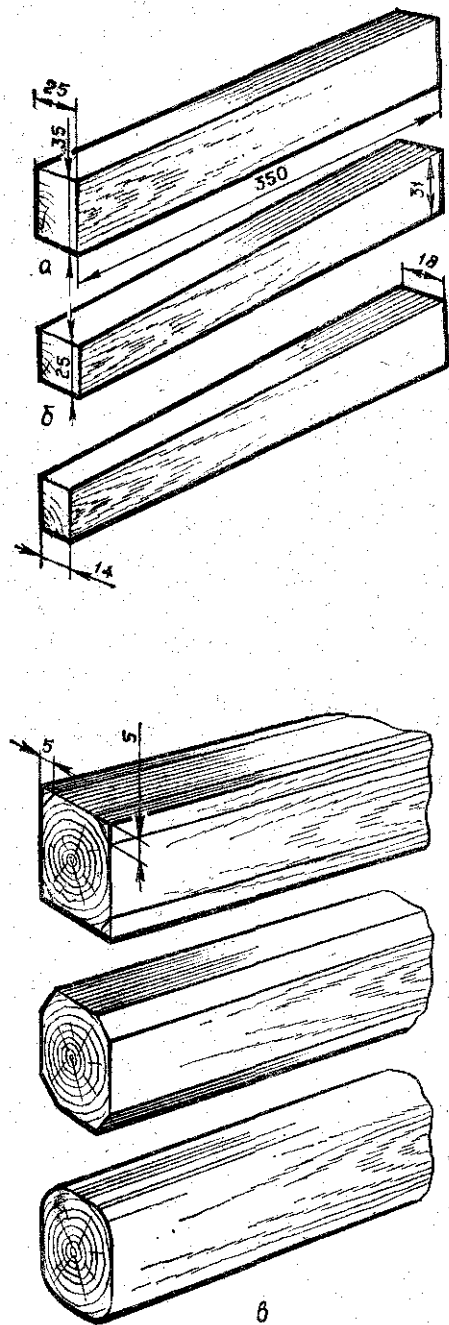

Рис. 3. Изготовление ручки для молотка:
3. Выпилить заготовку (рис. 3, а).
4. Выстрогать под размер по чертежу. Сначала обработать широкую сторону, затем узкую и после разметки две оставшиеся стороны (рис. 3, б).
5. Придать заготовке овальное сечение, для чего после разметки выстрогать фаски и закруглить грани на глаз (рис. 3, в). Подогнать узкий конец ручки к отверстию молотка.
7. Обработать торец ручки. Сначала срезать углы стамеской, а затем округлить их напильником (рис. 3, г).